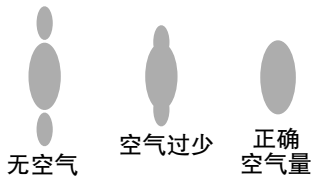

图 12.. 消除尾部
作业期间，定期检查喷枪保护罩 (ZZ) 的所有开口，看是否存在流体。参见图 12。这些区域的液体表明有液体泄漏到保护罩内，这可由液体管连接处的泄漏或液体密封泄漏引起。